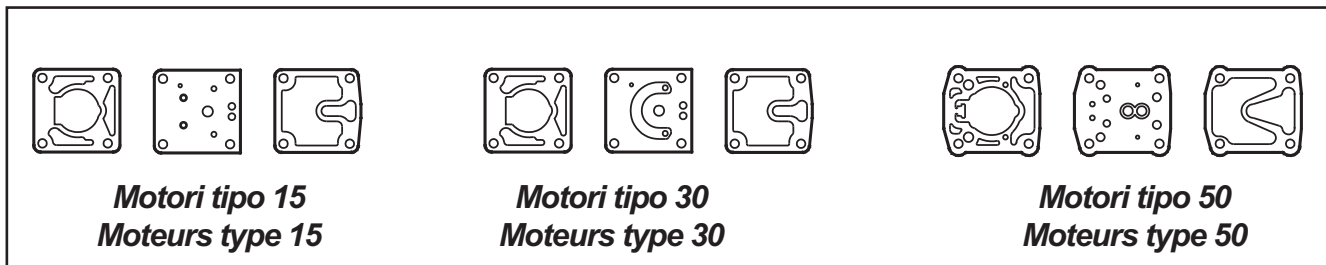

Fig. 12
- Il difetto può essere causato dalla rottura delle valvole o delle guarnizioni (Fig.12). Procedere immediatamente alla sostituzione del particolare danneggiato.
- Le défaut peut être provoqué par la rupture des soupapes ou bien des joints (Fig.12). Procéder immédiatement à la substitution de la pièce endommagée.